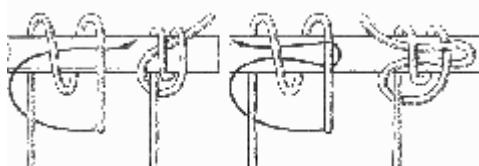

Рис. 55. Гафельный узел
**Гафельный узел** (рис. 55). Само название уже свидетельствует о том, что он из семи морских узлов. В наше время его уже забыли, видимо, потому, что необходимость в нем отпала. Им всегда можно воспользоваться в быту, когда возникает необходимость быстро прикрепить трос к какому-нибудь предмету цилиндрической формы.